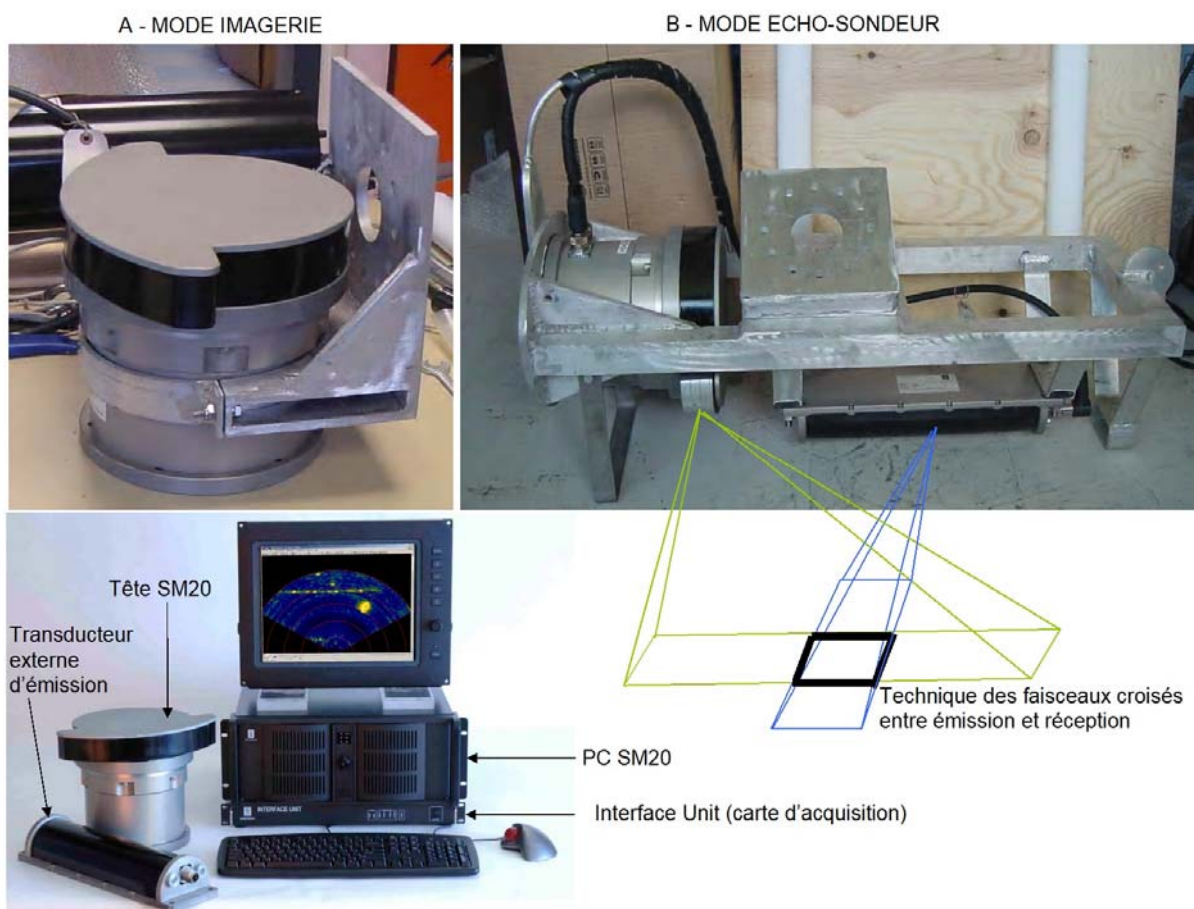

Figure 1-1
Le SM20 fonctionne à **200 kHz** avec une largeur de bande maximum de 20 kHz. Il permet de former 128 faisceaux sur un secteur total de **120°** (Figure 1-1). Il comprend deux modes possibles de fonctionnement :
- « **Internal** » pour sélectionner le mode **Imagerie** (voir Figure 1-1),
- « **External** » pour sélectionner le mode **Echo-Sondeur (ES)**.